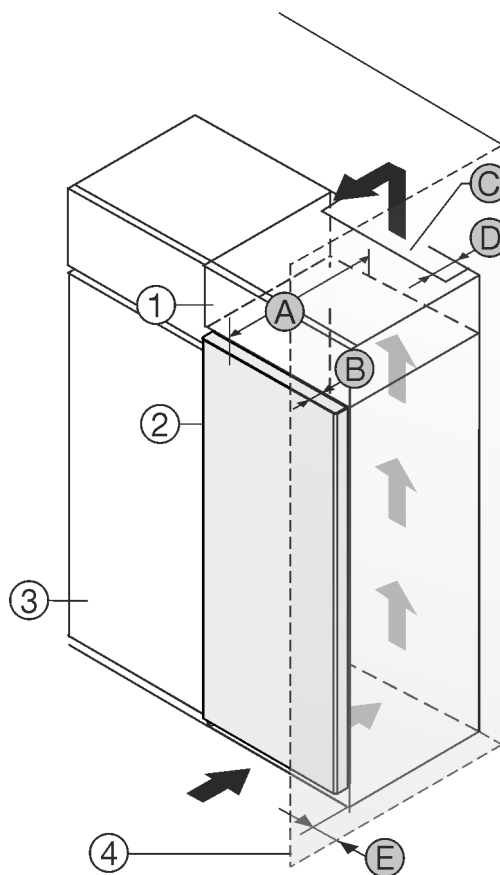

Fig. 1
- (1) Skapmodul \*
- (2) Enhet \*
- (3) Kjøkkenskap \*
- (4) Vegg \*
- (A) Enhetsdybde \*
- (B) Dørdybde \*
- (C) Ventilasjonstverrsnitt \*
- (D) Avstand enhetens bakside \*
- (E) Avstand på siden av enheten \*
Du kan plassere apparatet rett ved siden av kjøkkenskapet Fig. 1 (3).\*
På baksiden av skapmodulen over enheten må det installeres en ventilasjonskanal med dybden Fig. 1 (D) over hele skapmodulens bredde.\*
Ventilasjonsstverrsnittet Fig. 1 (C) under taket i rommet må overholdes.\*
Hvis apparatet plasseres med hengslene mot en vegg Fig. 1 (4), må avstanden mellom apparatet og veggen være minst 13 mm.\*
For at du skal kunne åpne døren helt, må apparatet rage dørdybden Fig. 1 (B) lenger ut enn fronten på kjøkkenskapene. Avhengig av kjøkkenskapenes Fig. 1 (3) dybde og bruk av veggavstandsstykker kan enheten rage enda lengre ut.\*